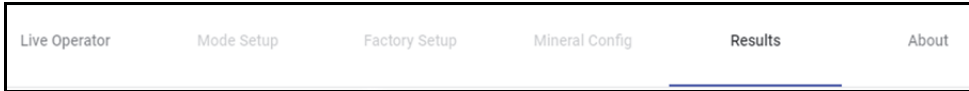

Рис. 5-4 Строка меню
- ◆ В строке меню, щелкните на вкладку экрана, которую вы хотите открыть (см. Рис. 5-4 на стр. 75).